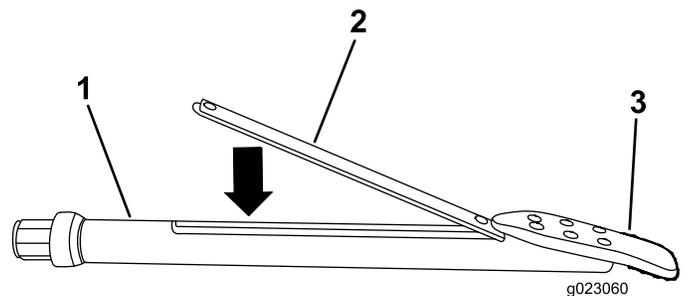

Bild 76
3. Setzen Sie das Ortungsgerät in das Sondengehäuse ein, dabei zeigt das Vorderteil zur Bohrkronen (Bild 76).